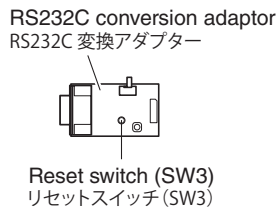

Fig. 1
- Connect the writing port (CB7 of HDMI P.C.B.) located on the rear panel of this unit to the serial port (RS232C) of the PC with RS232C cross cable, RS232C conversion adaptor and flexible flat cable. (See Fig. 1 on page 23)
- 本機の手書き用ポート (HDMI P.C.B. の CB7) と PC のシリアルポート (RS232C) を、RS232C クロスケーブル、RS232C 変換アダプター、フレキシブルフラットケーブルで接続します。(23 ページ Fig.1 参照)
2. Press the "reset switch (SW3)" of the RS232C conversion adaptor. (Fig. 1)
2. RS232C 変換アダプターの "リセットスイッチ (SW3)" を押します。(Fig. 1)